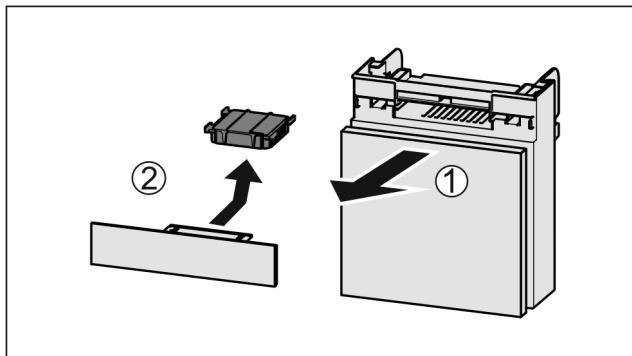

Fig. 184
- Zásuvku vytáhněte dopředu Fig. 184 (1).
- Filtr s aktivním uhlím vyjměte Fig. 184 (2).